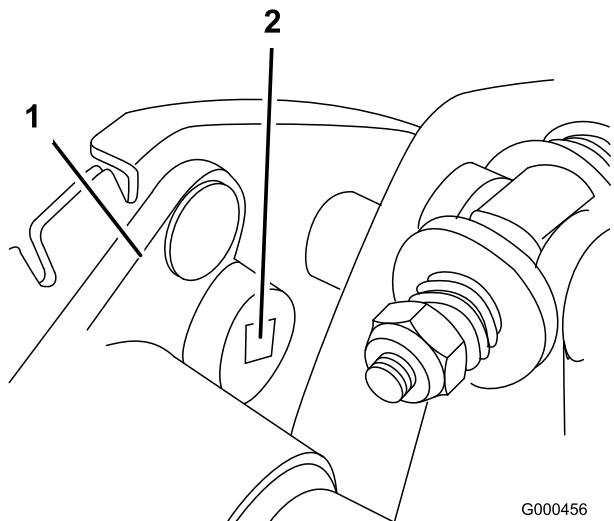

Figura 33
- B. Con una chiave torsiometrica da $3/8"$ girate la sede del cuscinetto ad una coppia di 4,4,5 Nm per impostare la tensione della cinghia (Figura 33)